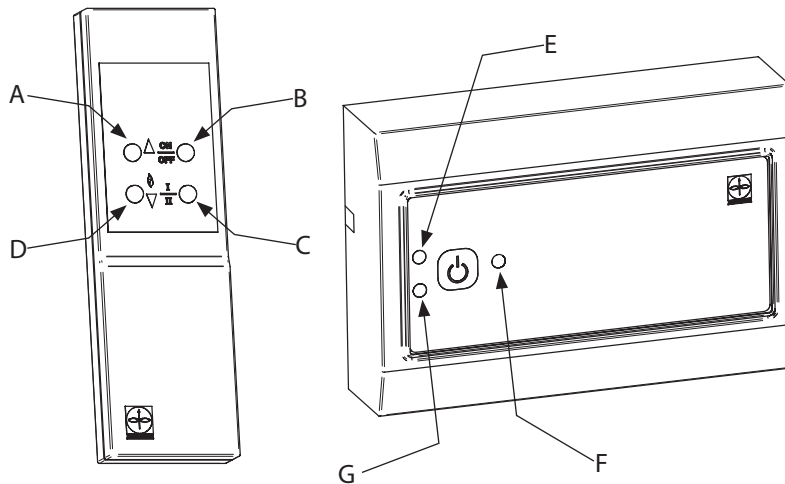

Fig.12
- Tryck på PÅ/AV-knappen (fig. 12-B) och brännar-knappen (fig. 12-D) i minst en sekund för att tända lågan.
- Funktionslysdioden (fig. 12-E) kommer att blinka GRÖN tills skorstensdraget är korrekt. Om lysdioden blinkar GULT måste spjället öppnas och lågan kommer att tändas.
- Om denna funktion är installerad, kan man välja stor/liten låga med knappen STOR/LITEN (fig. 12-C). Funktionslysdioden kommer att blinka en gång för LITEN låga och två gånger för STOR låga.
- För att släcka trycker man en gång till på PÅ/AV-knappen (fig. 12-B).
- Ventilationen kan aktiveras genom att man trycker på PÅ/AV-knappen på fjärrkontrollen (fig. 12-B) i fem sekunder. Funktionslysdioden lyser GUL när ventilationen är på.
- Tryck på PÅ/AV-knappen (fig.12-F).
- Funktionslysdioden (fig. 12-E) kommer att blinka GRÖN tills korrekt skorstensdrag har bekräftats. Om lysdioden blinkar GULT måste spjället öppnas. Då blir funktionslysdioden GRÖN och eldstaden kan tändas.
Funktionslysdiod Fig. 12-E
Larmlysdiod (Fig. 12-G)
Om larmlysdioden (fig. 12-G) tänds under drift trycker man två gånger på PÅ/AV-knappen för att stoppa rökgasfläkten och återstarta styrningen. Om larmlysdioden fortfarande lyser efter återställning, se avsnittet "Felsökning".
Tryck på PÅ/AV-knappen (fig. 12-F) under minst fyra sekunder för att öka rökgasfläktens hastighet. Om styrningen stängs av, återställs fläkthastigheten.